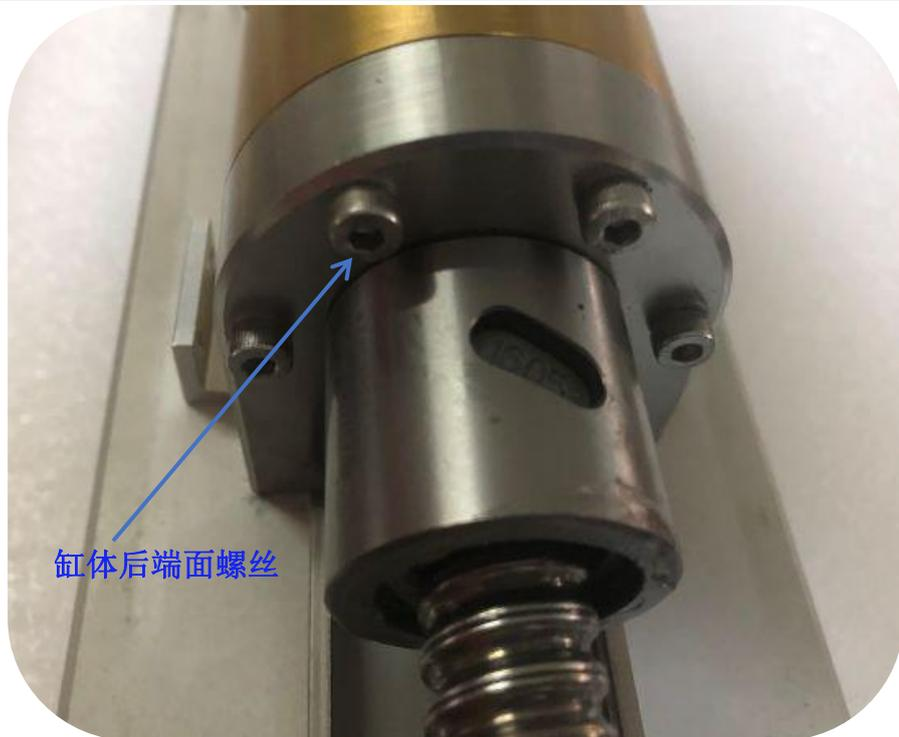

图 9 拆除缸体后端面螺丝
1) 用 3mm 内六角扳手拆除缸体后端面螺丝，如图 9 所示：